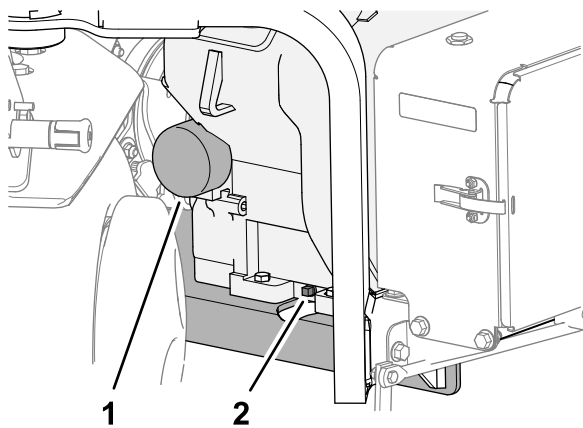

图 150
- 在排油塞下放置一个盘子并取下排油塞 图 150。
1. 在机油滤清器下面放置一个浅盘并拆下滤清器 (图 150)。
6. 将滤芯拧到滤芯适配器上直至垫片接触到滤芯适配器图 150 然后将滤芯再旋紧 1/2 圈。